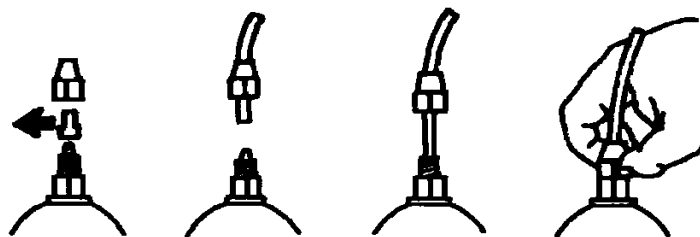

Abb. 7
e.- Die beiden Schutzkappen von den Anschlüssen entfernen, die Leitungen an den entsprechenden Kegeleinschlüssen vollständig einführen und mit den zugehörigen Nutmuttern befestigen (Abb. 7).